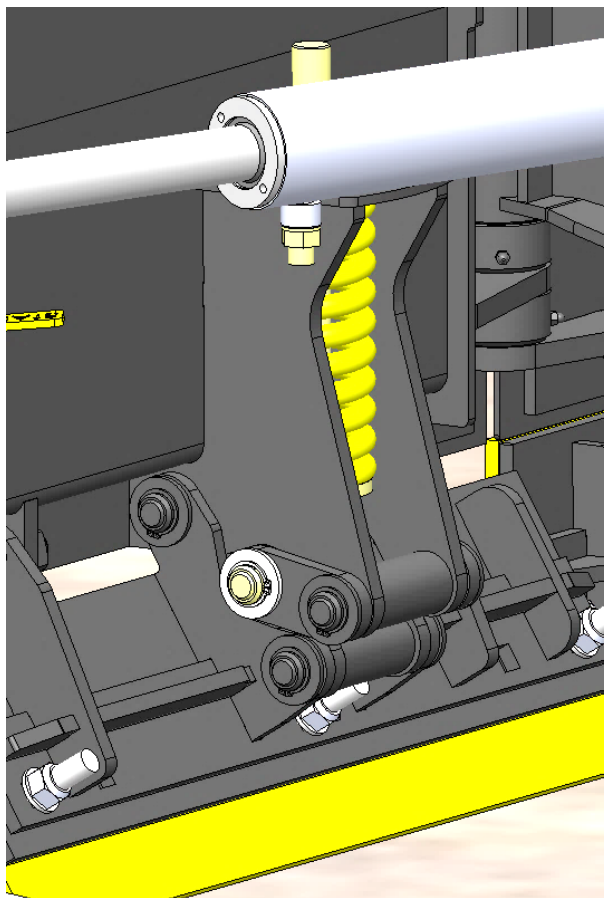

Bild 12. Relaxmekanismens fjädring
- När belastningen ökar frigörs låset och bladets ram gör en snabb och kraftig undanmanöver (bild 12).